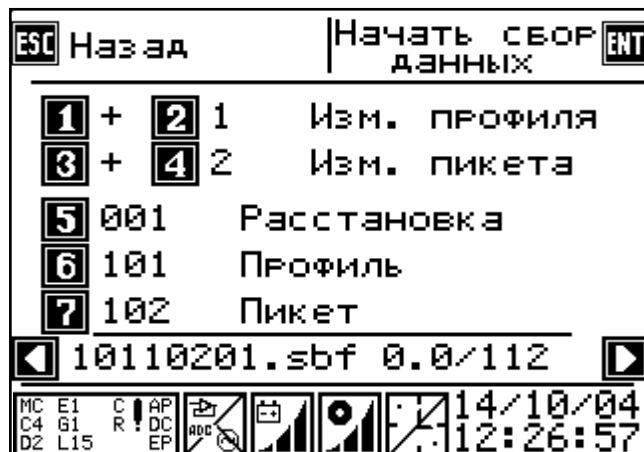

Рисунок 6.5
- кнопка ← - переход к установке местоположения (профиль, пикет) (рис. 6.5) перед сбором данных и сбору данных на flash память (в соответствии с заданными параметрами сбора данных);
Следующий этап – задание параметров местоположения и формирование имени файла данных – по кнопке **→** производится переход в меню задания параметров профиля и пикета (рисунок 6.5).
Меню задания параметров точки сбора данных (рисунок 6.5) позволяет задать параметры профиля и пикета точки сбора данных. Переход в меню производится по кнопке ← из главного меню (рис. 6.1).